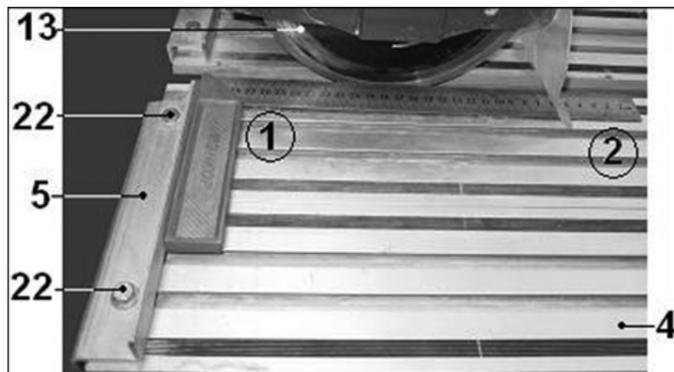

Рис. 8
##### 10.1. Регулировка угла резания (Рис. 8)
10.1.3. Как показано на Рис. 8, положите угольник на рабочий стол (4) вплотную к фронтальному упору (5). Проверьте параллельность перемещения отрезного диска (13) в точках 1 и 2. При необходимости ослабьте болты (22), произведите регулировку угла 90° фронтального упора (5) относительно отрезного диска (13). По окончании регулировки надёжно закрепите болты (22).